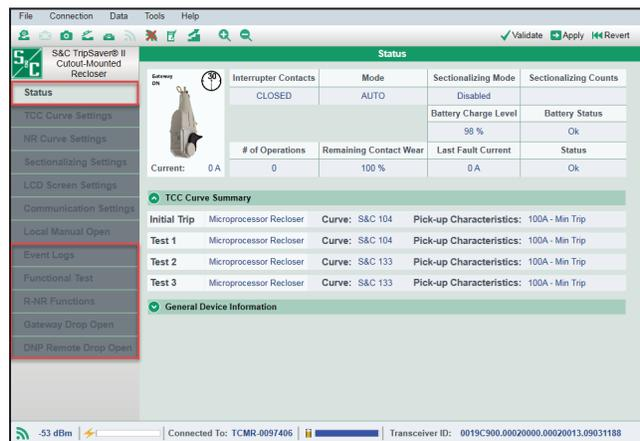

Figura 5. La pantalla de Estado en el modo Conectado.
**PASO 4.** Confirme que el reconectador TripSaver II está conectado haciendo clic en el elemento de menú **Status**. La pantalla de *Status* se llenará con los datos del reconectador conectado. Cuando esté en modo **Conectado**, el software del centro de servicio mostrará un icono de intensidad de señal en la parte inferior izquierda de la pantalla. La intensidad de la señal también se mostrará numéricamente. Ver Figura 5.